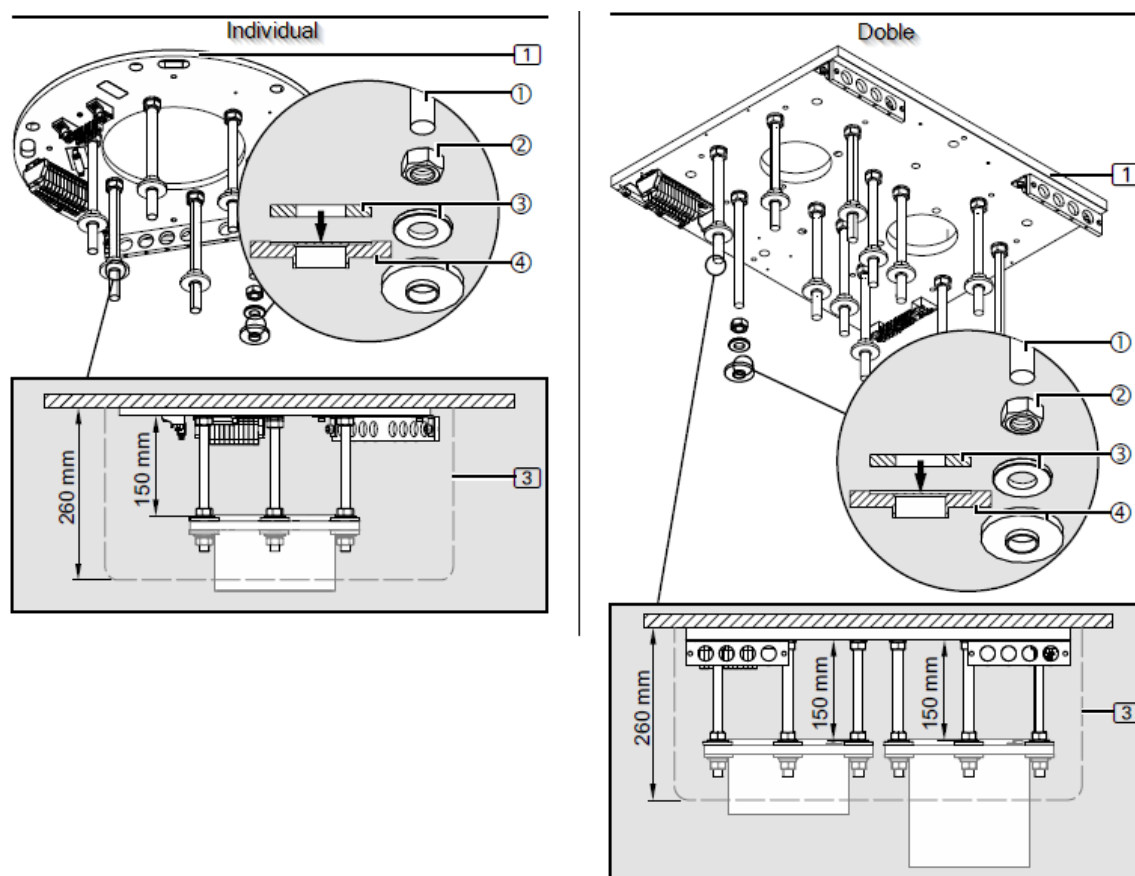

Fig. 8 Montage de l'isolation supérieure sur les boulons filetés sans faux plafond
- La garniture de toit (3) sera ultérieurement montée au ras du toit et recouvre la bride du tuyau de toit.
- Pour la garniture de plafond (3), qui a une hauteur de 300 mm, pour la version individuelle, les boulons filetés 6/12 M16 x 315 mm (3) doivent être coupés à 240 mm. Voir l'image de gauche dans la figure 8.
- Pour la garniture de plafond (3), qui a une hauteur de 300 mm, pour la version double (tandem), les boulons filetés 6/12 M16 x 315 mm (3) doivent être coupés à 240 mm minimum pour l'une des unités et à 180 mm maximum pour l'autre. Voir l'image de droite dans la figure 8.
- Ébavurez légèrement les boulons filetés M16 x 315 mm ① pour assurer un engagement maximal du filetage dans la plaque d'interface (1).
- Visser 1 écrou hexagonal M16 ② chacun sur les boulons filetés M16 ③, puis monter 1 rondelle élastique ① chacun.